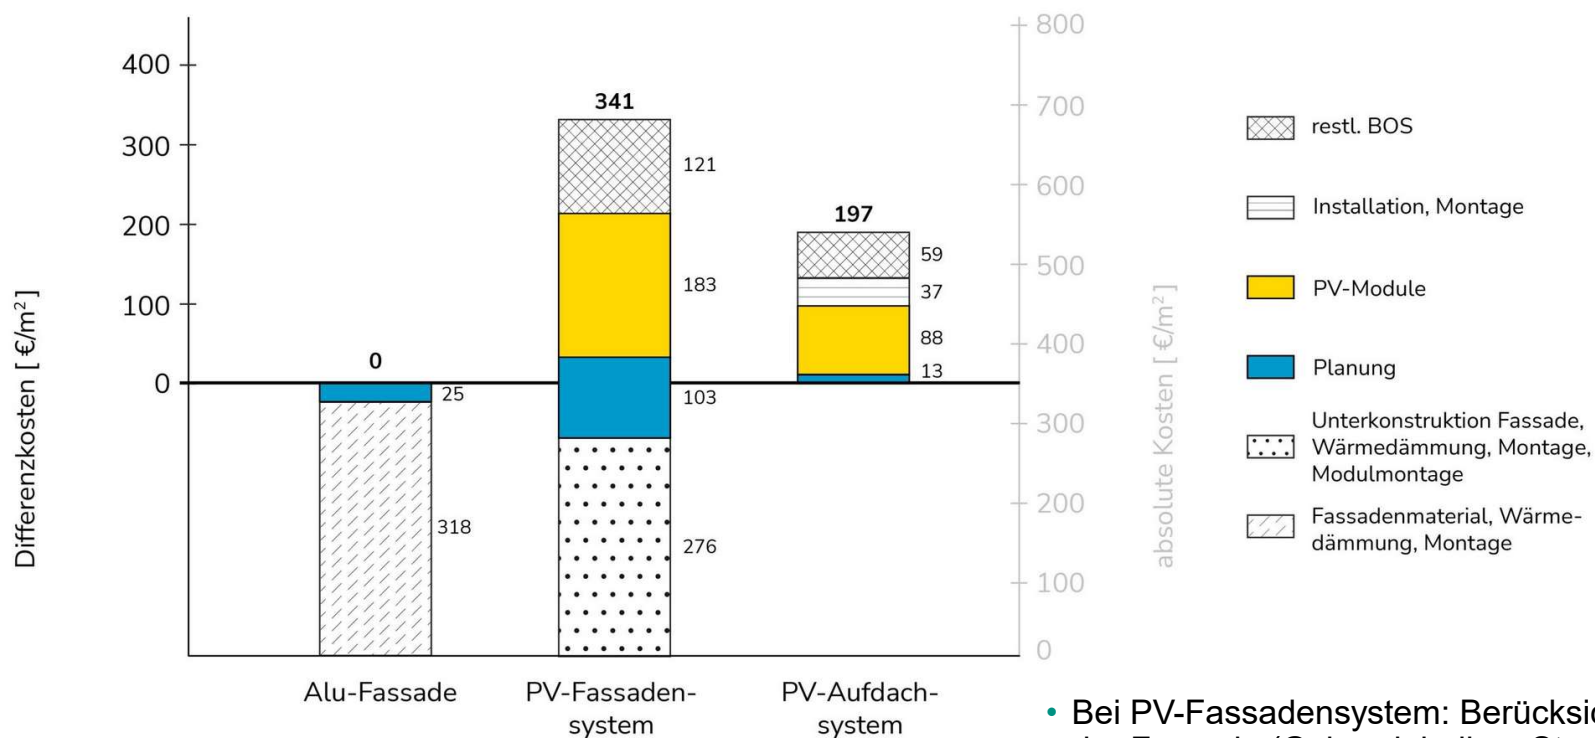

Abbildung 5: Vergleich flächenbezogener Kosten zwischen verschiedenen Fassaden-Typen
- Abbildung 5: BIPV-Initiative BW